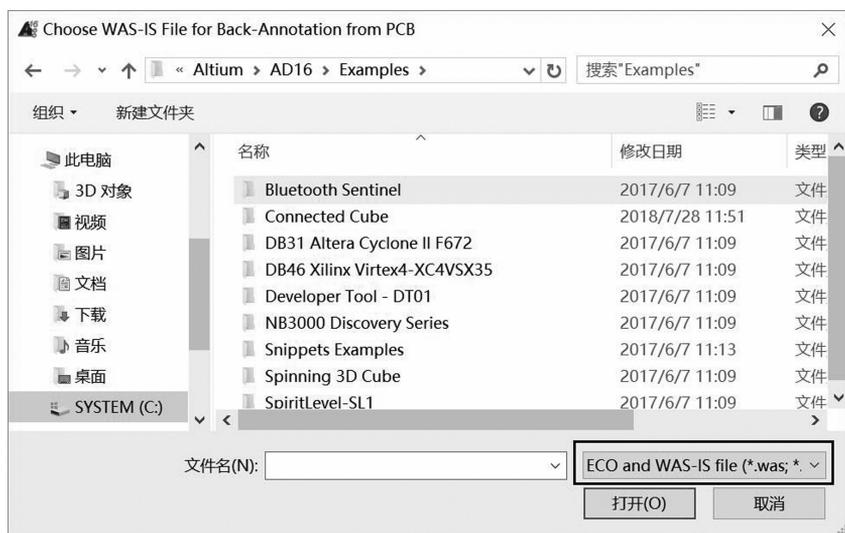

图 4-116 “Choose WAS-IS File for Back-Annotation from PCB”对话框
(6) “返回注释”按钮用于导入 PCB 中已有的编号文件，使原理图的自动编号与对应的 PCB 图同步。当单击该按钮后，会打开如图 4-116 所示的“Choose WAS-IS File for Back-Annotation from PCB”对话框，在对话框中选择对应的“ECO and WAS-IS file”文件，单击“打开”按钮，即可将该文件中的编号信息导入自动编号列表。